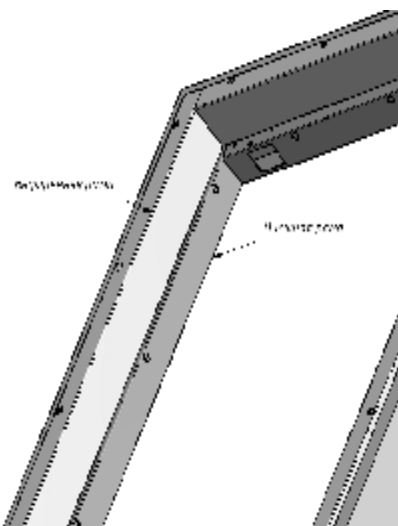
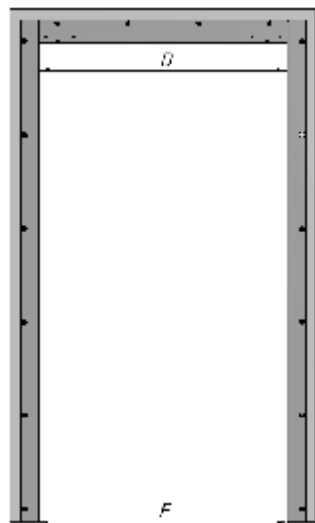

Рисунок 14
Рисунок 15
- 7.2 Выставить раму в проеме выдерживая вертикальность, а также равенство размеров D (верхняя часть рамы) и F (нижняя часть рамы) (рис.15).
- 6.2 Выставить внешнюю и внутреннюю рамы в проеме выдерживая вертикальность (рис.14), а также равенство размеров D (верхняя часть рамы) и F (нижняя часть рамы) (рис.15).